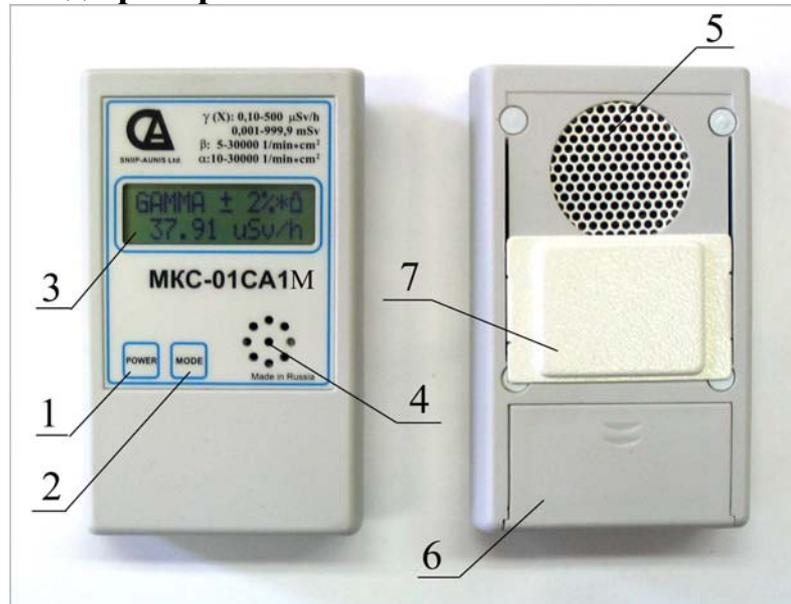

Рис. 1. Органы управления МКС-01СА1М
- 7 - передвижной экран. Фиксируется в крайних положениях, соответствующих выбранному режиму работы. В режиме «**BETA**» и «**ALPHA**» -детектор открыт (нижнее положение, как показано на Рис.1), в режиме «**GAMMA**» -детектор закрыт (верхнее положение);
- снять крышку отсека питания (см. Рис. 1);
- закрыть входное окно детектора, сдвинув экран (см. Рис.1) в верхнее положение;
Закрыть входное окно детектора, сдвинув экран (см. Рис.1) в верхнее положение. Включить питание прибора (однократно нажать и отпустить кнопку «**POWER**»). Прибор измеряет интегральную дозу гамма- излучения с момента включения прибора только в режимах «**GAMMA**» или «**DOSE**». Дисплей прибора в режиме «**DOSE**» показывает значение накопленной дозы в виде четырех значащих цифр с плавающей запятой с указанием единицы измерения «миллизиверт»: «**X.XXX mSv**».
- открыть входное окно детектора, сдвинув экран (см. Рис.1) в нижнее положение;